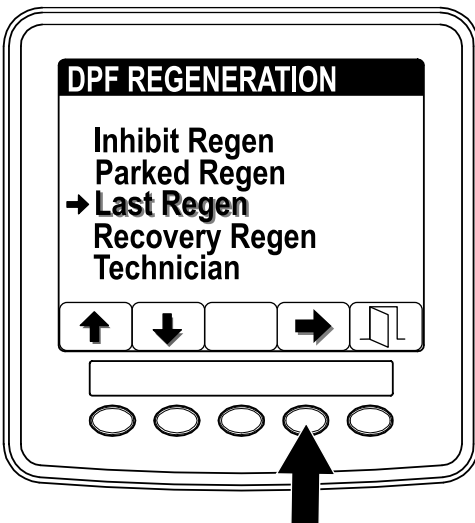

Figura 34
1. Acceda al menú DPF Regeneration (Regeneración de DPF) y pulse los botones 1 o 2 para desplazarse hacia abajo, hasta la opción LAST REGENERATION (Última regeneración) (Figura 34).
2. Pulse el botón 4 para seleccionar la opción Last Regeneration (Última regeneración) (Figura 34).